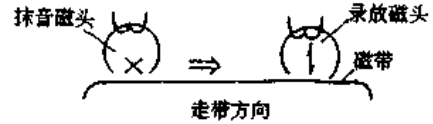

图 16-4 抹音磁头与录放磁头的安装位置
(3) 录放磁头与抹音磁头的区别:从封装材料上区别,录放磁头用金属作外壳,而抹音磁头则用白色或黑色塑料作外壳。从磁头运行方向上区别,抹音磁头在前,录放磁头在后,如图 16-4 所示。从工作缝隙大小上区别,抹音磁头大,而录放磁头小。